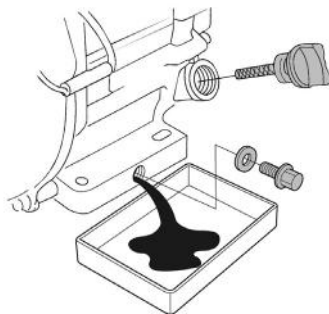

Рис. 14 Замена моторного масла
2. Очистите от загрязнений зону вокруг маслосливной горловины. Извлеките щуп из маслосливной горловины и протрите его чистой ветошью (Рис. 14).
3. Выкрутите болт отверстия для слива масла и слейте отработанное масло в подготовленную для этого емкость (Рис. 14).